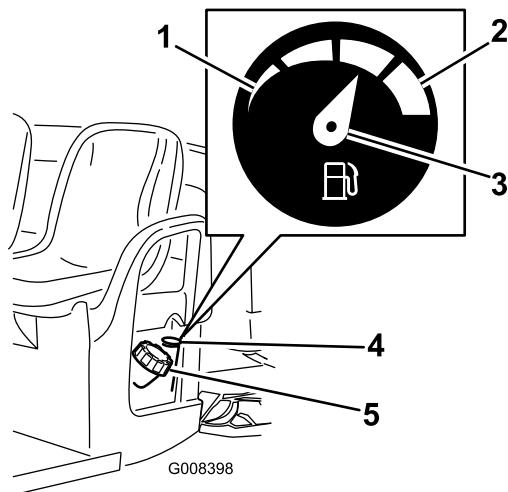

Рисунок 12
4. Очистите поверхность вокруг крышки топливного бака (Рисунок 12).